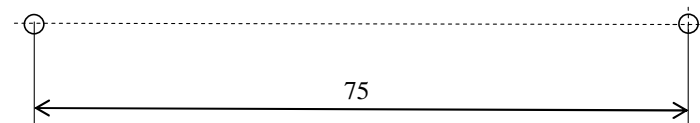

Рисунок 3. Разметка крепления УПВД
2. Закрепите корпус УПВД к поверхности стены (разметка по рис.3 приложения).